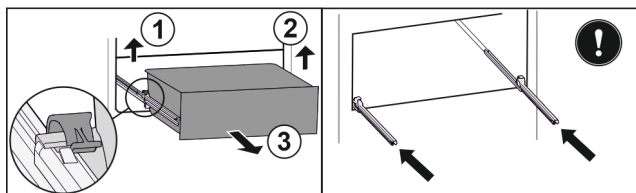

Fig. 55
- ▶ Zvedněte levou svorku a současně vytáhněte zásuvku vlevo dopředu. Fig. 55 (1)
- ▶ Zvedněte pravou svorku a současně vytáhněte zásuvku vpravo dopředu. Fig. 55 (2)
- ▶ Vyjměte zásuvku dopředu. Fig. 55 (3)